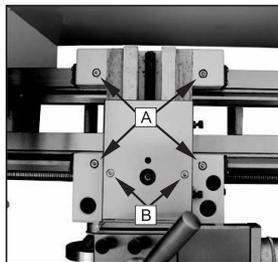

Рис. 36
2. Ослабить винт с накатанной головкой (В, Рис. 36) и открыть скользящие пальцы (С, Рис. 31), чтобы люнет и его пальцы можно было переместить в округ заготовки. Закрепить люнет в нужном
Ввести машинное масло 20W в четыре отверстия для смазки (A, Рис. 36) один раз в день.
Ввести машинное масло 20W в два отверстия для смазки (B, Рис. 36) один раз в день.